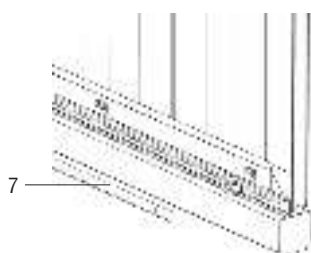

Рисунок 5
6. Разложите получившийся крепежный узел напротив отверстия в зубчатой рейке (7) (см. рисунок 5).